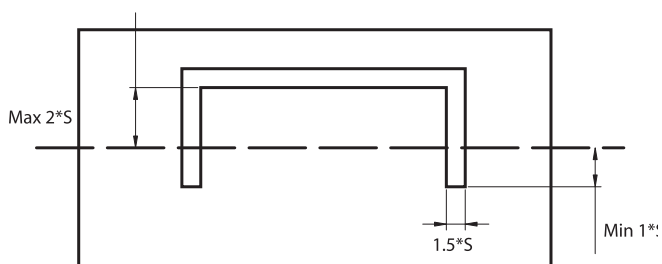

Fig.4.3
- Laat bij een gebogen plaat de nokken uitsteken na het buigen. Dan kan de plaat toch met nokken gepositioneerd worden. (Fig.4.3)